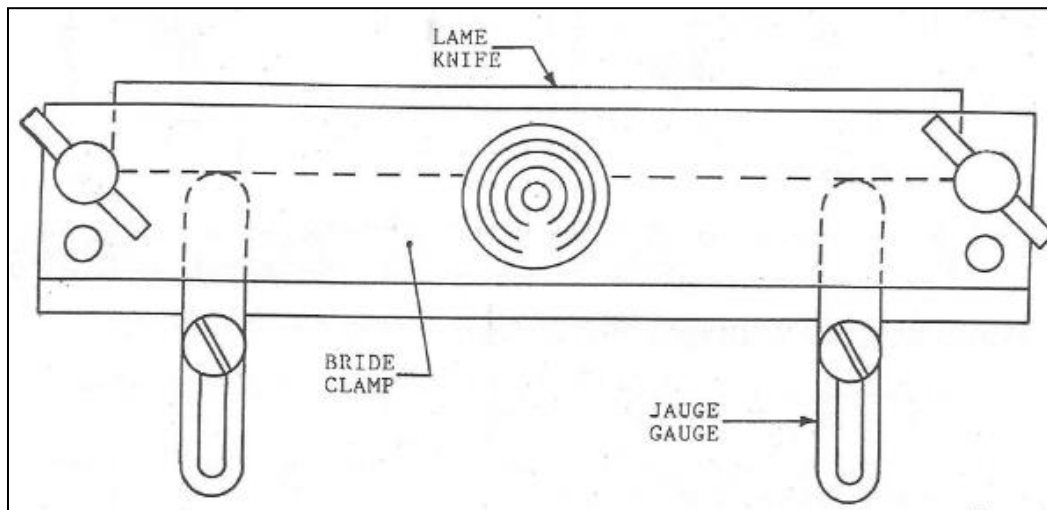

Figure 12
To adjust the blade on the carriage, use the included gauge. Double-check at the left and at the right to make sure that the blade is parallel to the carriage (Fig. 12);
- 2- Vérifier à droite et à gauche afin de s'assurer que la lame est parallèle au chariot (Fig. 12);